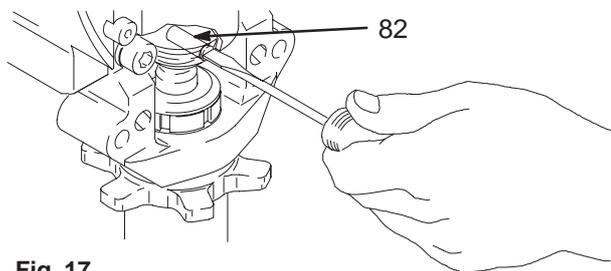

Fig. 17
5. Fig. 17. Utilice un destornillador para extraer el muelle de retención y el pasador (82).
2. Fig. 17. Introduzca el pasador (82) en el orificio e introduzca el muelle de retención en la ranura hasta que rodee completamente la biela.